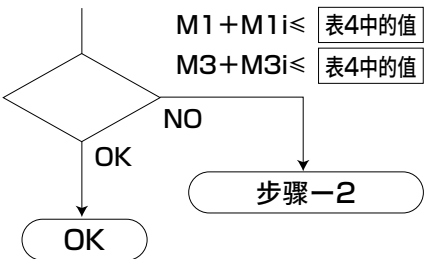

图8 SRM3的惯性系数的趋势
- (1) 根据缓冲部的介入速度 (Va) 和图8中的SRM3的惯性系数的趋势，计算出G系数。